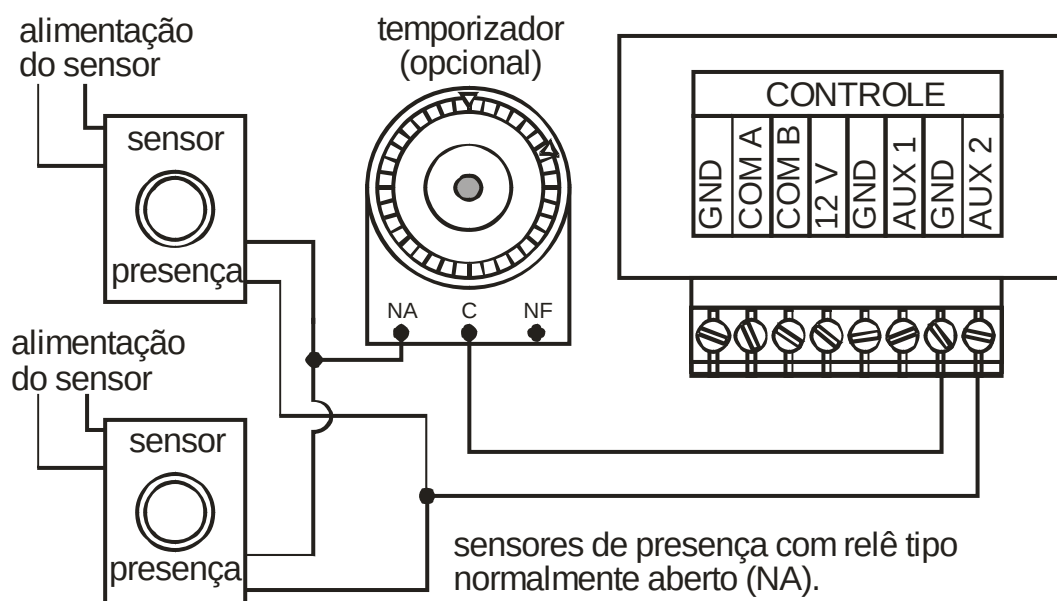
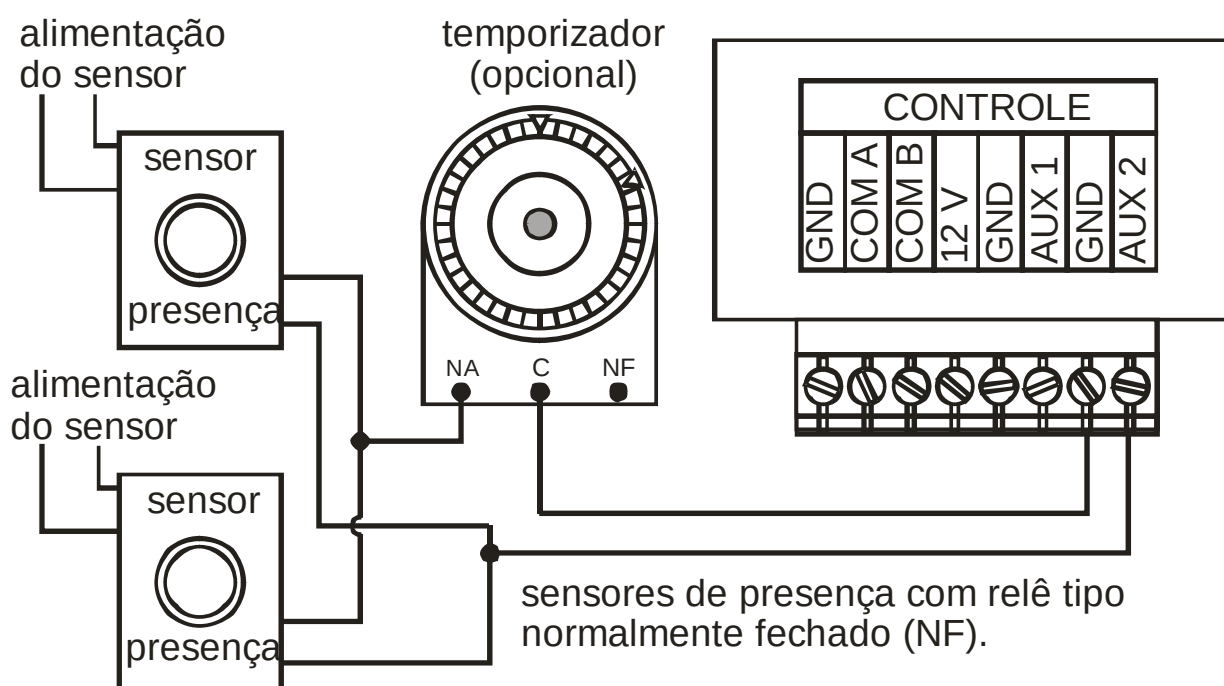

Figura 32 – Ligação da conexão auxiliar 2 – detector de presença
Figura 35 – Ligação da conexão auxiliar 2 – de desligado (ou de Cena 7) para Cena 8 durante tempo programado com sensor NA
Esta função é para ser usada com detectores de presença (fornecidos pela Sensis). Ao ser ativado, o sensor aciona a conexão auxiliar e seleciona a cena 8. O sistema deve estar desligado ou na cena 7. O esquema de ligação é mostrado na Figura 32.
- Se a conexão auxiliar 1 estiver configurada para pulsador (item 2.10.3) ou controle por pulsos (item 2.10.6), a conexão auxiliar 2 irá de desligado para cena 8.
- Se a conexão auxiliar 1 estiver configurada para de desligado para cena 7 (item 2.10.4), a conexão auxiliar 2 irá de cena 7 para cena 8.
O esquema de ligações para relés do tipo NA (normalmente aberto) é o mesmo mostrado na Figura 35 (mesmo do item 2.10.7 “Conexão Auxiliar 2 – De desligado ou de cena 7 para cena 8”, Figura 32). Notar que os sensores de presença são ligados em paralelo, para que qualquer um que seja acionado feche o circuito, e o temporizador é ligado em série, de forma a impedir o funcionamento fora do horário programado.